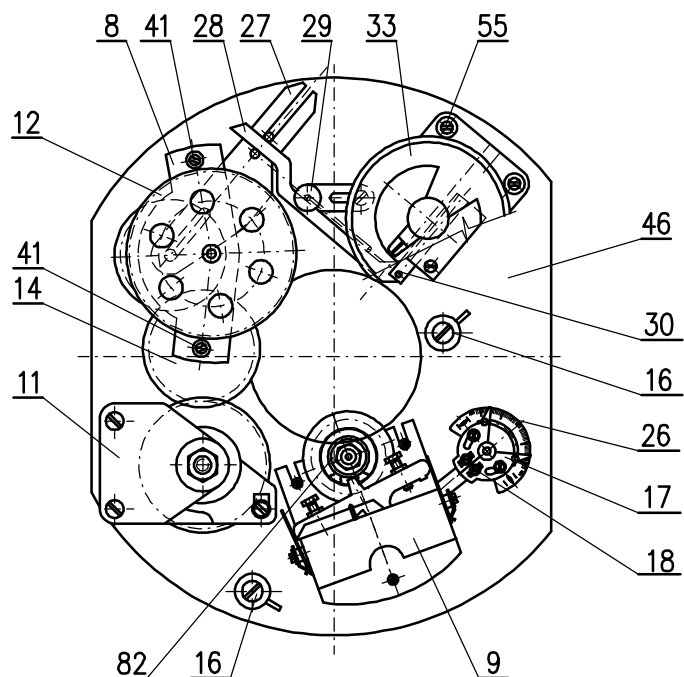
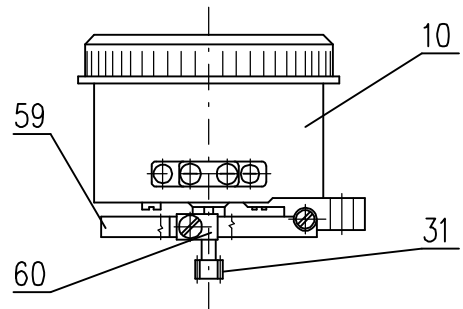

Рис. 3
Рис. 8
Нижняя часть шкафа управления закрывает корпус силовой передачи и представляет собой несущую часть для панели управления (рис. 3).
Передаточное устройство сконструировано как самостоятельная монтажная единица. Оно образовано многоходовой понижающей передачей. К зацеплению подключается при помощи входного зубчатого колеса (12). Выход представляет эксцентрик (15) для приведения в движение устройства датчика и двойное зубчатое колесо (14), рис. 3, для приведения в движение позиционного и сигнального устройства. Движение переносится с эксцентрика коробки передач (15) через рычажный механизм (27), (28), рис. 3, на гребенной привод (30), (31) датчика (10), рис. 8.
Механизм блокировки (82) (рис. 3) обеспечивает блокировку моментного выключения, как правило, на 1 или 2 оборота после реверса электропривода. После осуществления установленного количества оборотов моментное устройство возвращается к своему первоначальному функционированию.
Устройство датчика (33) (рис. 3)
Это устройство служит для производства сигнала, величина которого соответствует положению электропривода в данный момент времени. Основой устройства является датчик сопротивления (10), рис. 8, который характеризуется номинальным сопротивлением 100 Ω или 2x100 Ω .
Электропривод оснащен двумя параллельно присоединенными тепловыми сопротивлениями (16), рис. 3, общей мощностью 20 Вт. Присоединение тепловых сопротивлений обусловлено рабочей средой.